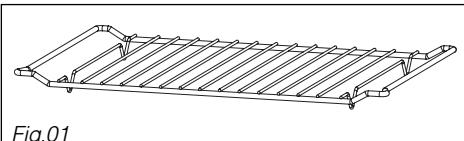

Fig.01
• **Het rooster** (Fig.01): hiermee kunt u roosteren, een bruin laagje aan uw gerechten geven of grillen. Het rooster mag nooit met andere metalen schalen gebruikt worden met de microgolven, grill + microgolven of hete lucht + microgolven functie.